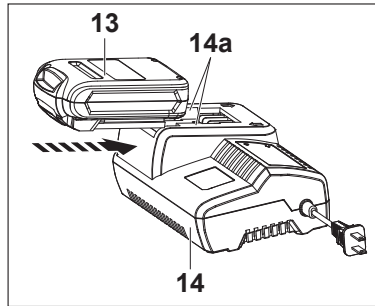

Fig. 4
1. Alignez et faites glisser le bloc batterie [13] sur les fentes coulissantes [14a] du chargeur [14] jusqu'à ce qu'il se verrouille en place (Fig. 4).